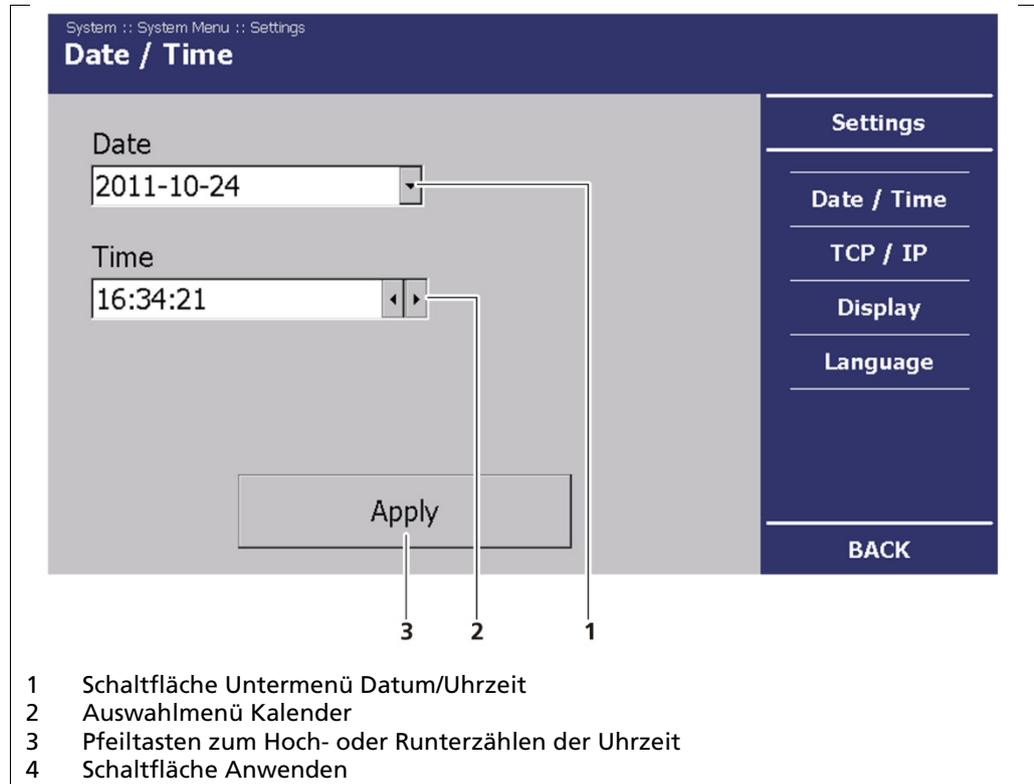

Abb. 24 Systemmenü, Einstellungen – Datum/Uhrzeit
2. Klicken Sie auf das Auswahlmeneü (Abb. 24, Pos. 1), um Änderungen am Datum vorzunehmen.